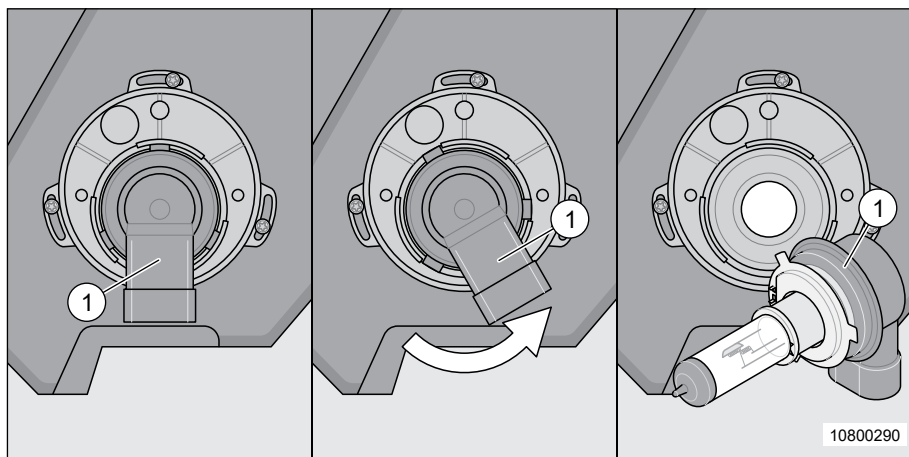

Fig. 136 Remplacement de l'ampoule halogène des feux de route
1. Retirer la fiche de câble de la douille de l'ampoule halogène (Fig. 136, Pos. 1) .
2. Tourner l'ampoule halogène (Fig. 136, Pos. 1) dans le sens anti-horaire jusqu'en butée.
3. Tirer l'ampoule halogène (Fig. 136, Pos. 1) prudemment et de manière droite hors de la plaque de support.